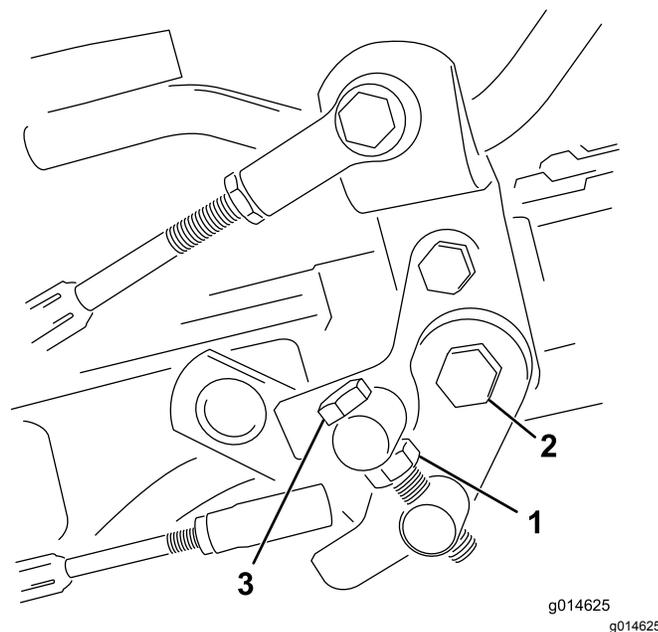

Рисунок 39
1. Ослабьте контргайку на болте цапфы (Рисунок 39).
4. Чтобы зафиксировать регулировку, затяните контргайку на болте цапфы и гайку на шарнире педали (Рисунок 39). Проверьте регулировку и при необходимости повторите ее.